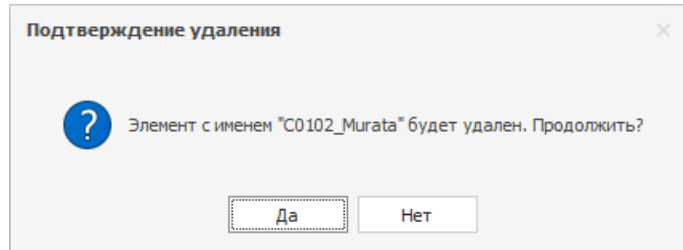

Рис. 88 Подтверждение удаления
2. В окне «Подтверждение удаления» нажмите «Да» для подтверждения удаления корпуса, либо «Нет» для отмены действия, Рис. 88.